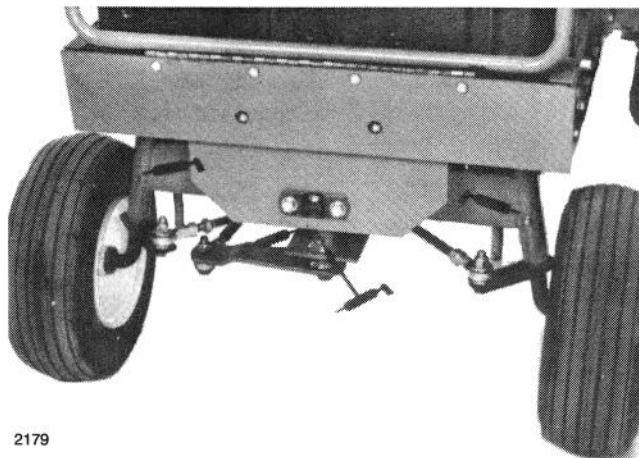

Figure 19
2. Lubrifier les fusées, l'arbre de direction et son pivot (Fig. 19).